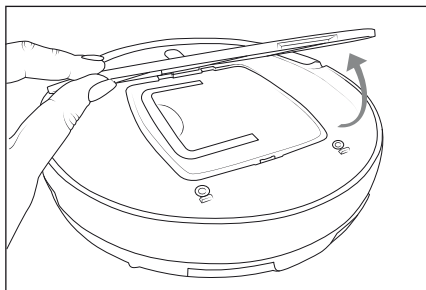

Fig. 5
- 1) Îndepărtați capacul 13 recipientului de praf 12 și trageți-l de mâner din aparat (a se vedea fig. 5 și 6).